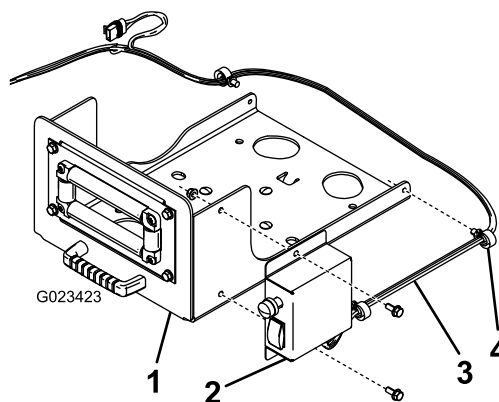

Figura 6
5. Montate la scatola interruttori sulla piastra girevole utilizzando 2 bulloni (5/16 poll.) e 2 dadi flangiati (5/16 poll.) come mostrato in Figura 6.
6. Fissate il cablaggio preassemblato ai lati della piastra girevole utilizzando le clip presenti (Figura 6).